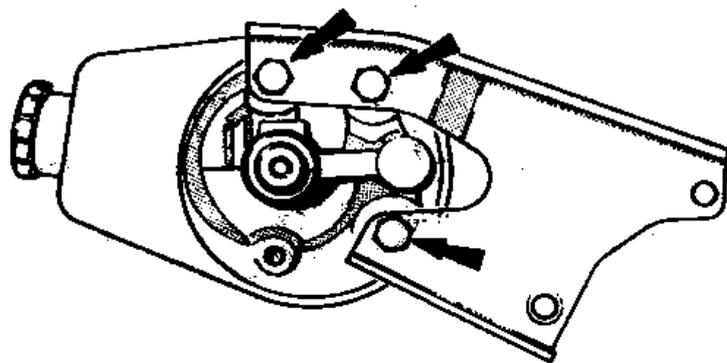

Рис.11.56. Болты крепления насоса (показаны стрелками) (Разд.41)
7. Выверните три болта, крепящих насос (Рис.11.56) и снимите насос с кронштейна. Выверните болты, крепящие шкив к насосу, и снимите шкив.